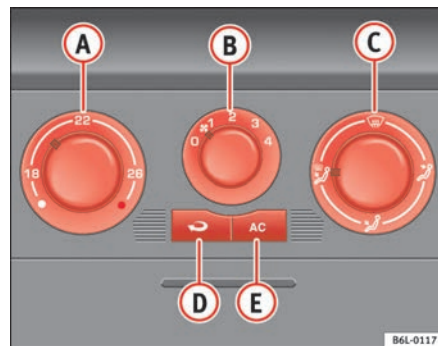

Fig. 91 Mando del Aire Acondicionado en el tablero de instrumentos
- Desconecte el sistema de refrigeración con la tecla ⇒ fig. 91 (AC) (se apaga el testigo de la tecla).
Con la recirculación de aire en marcha  **página 130, fig. 91**  (se enciende un testigo en la tecla), se evita que los malos olores del exterior, por ejemplo, al atravesar un túnel o en un atasco, penetren en el habitáculo.